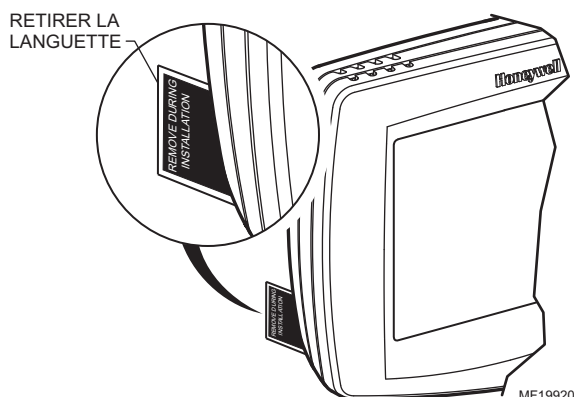

Fig. 21. Retirer la languette portant la mention «Remove» (retirer) au dos du thermostat.
1. Repérer et retirer l'onglet portant la mention «Remove» (retirer) situé dans le coin inférieur gauche du dos du thermostat. Voir la Fig. 21.